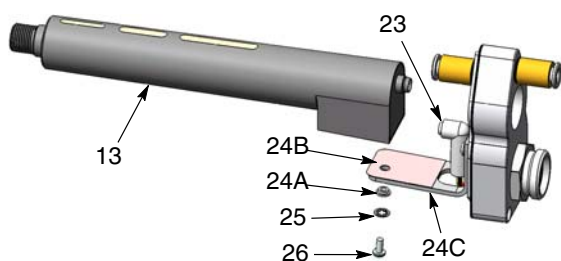
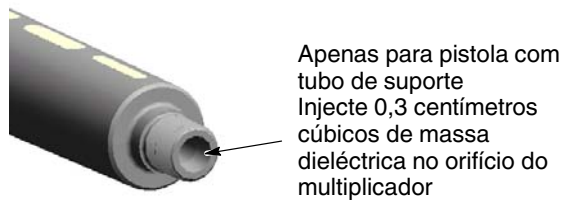

Figura 30 Substituição do multiplicador
Figura 34 Lubrificação do orifício do multiplicador - pistola com tubo de suporte
4. Consulte a figura 30. Remova o parafuso (26) e a anilha de segurança (25), depois retire o multiplicador (13) do suporte (24C).
5. Desligue a ficha da cablagem (23) do multiplicador.
1. Consulte a figura 30. Ligue a ficha da cablagem (23) ao multiplicador (13).
3. Fixe o multiplicador ao suporte com o parafuso (26) e a anilha de segurança (25).
4. Apenas para pistola com tubo de suporte: Consulte a figura 34. Injecte aproximadamente 0,3 centímetros cúbicos de massa dieléctrica no orifício do multiplicador, de modo que fique aproximadamente 75% cheio.
2. Consulte a figura 34. Injecte aproximadamente 0,3 centímetros cúbicos de massa dieléctrica no orifício do multiplicador, de modo que fique aproximadamente 75% cheio.